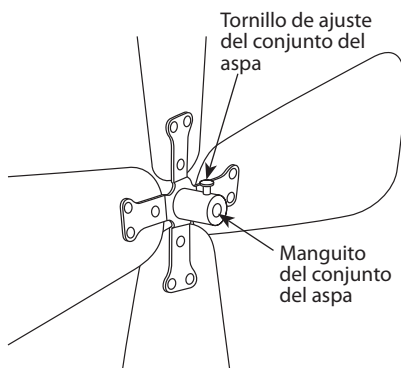

FIGURA 8
20. Afloje el tornillo de ajuste del conjunto del aspa de modo que no sobresalga del interior del manguito del conjunto del aspa. Vea la Figura 8.